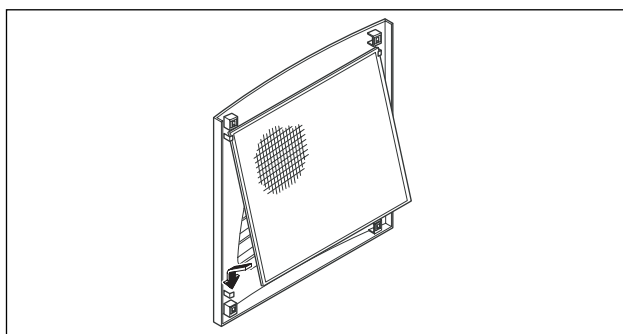

Fig. 34: Installazione del filtro
- Inserire il filtro nella griglia come mostrato nella fig. 34. Fissare a scatto la griglia nel contenitore.